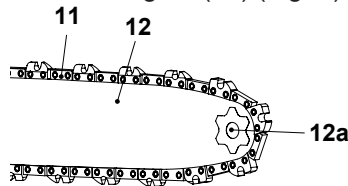

Fig. 4
6. El movimiento de la cadena de la sierra es el que indica la flecha. Asegúrese de que la cadena de la sierra (11) esté bien colocada sobre la rueda dentada (12a) de la barra guía (12) (Fig. 4).